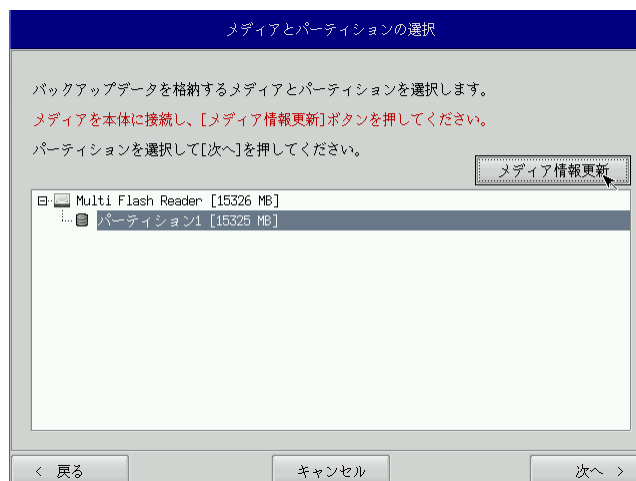

図 6-2-3. メディアとパーティション選択画面
- ⑦ メディアとパーティション選択画面(図 6-2-3)が表示されます。本体にメディアを接続し、[メディア情報更新]ボタンを押してください。バックアップファイルを保存するメディアのパーティションを選択し、[次へ]ボタンを押します。